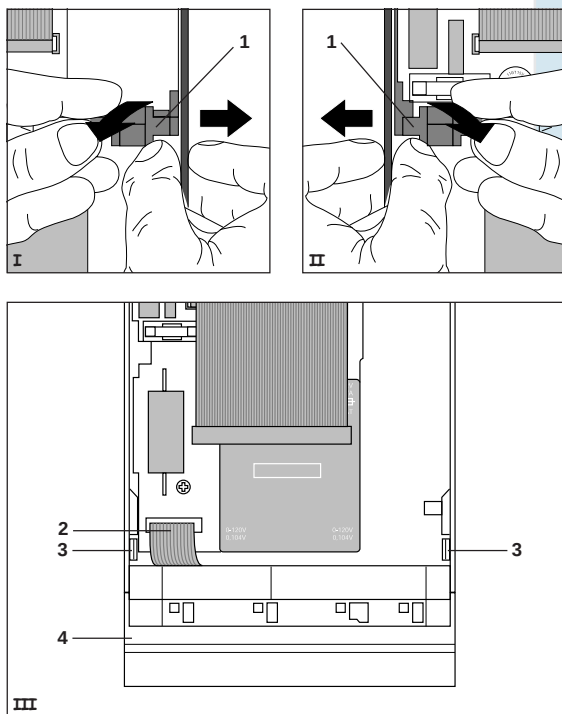

Abb. 12: Auszahlsatz austauschen
- 2** Rechte Seitenwand des Gehäuses nach außen drücken und eingerastete Zwischenwand **1** mit Kassenkanal herausziehen (s. Abb. 12, I).
- 3** Linke Seitenwand des Gehäuses nach außen drücken und dort die eingerastete Zwischenwand **1** herausziehen (s. Abb. 12, II).
- 5** Flexverbindung **2** zwischen Auszahlsatz und Patine lösen (s. Abb. 12, III).
- 6** Rechten und linken Rasthaken **3** gleichzeitig nach innen drücken und Auszahlsatz **4** nach vorne aus dem Gehäuse schieben (s. Abb. 12, III).
- 1** Flexverbindung **2** anschließen (s. Abb. 12, III).
- 2** Auszahlsatz in das Gehäuse schieben, bis beide Rasthaken **3** eingerastet sind (s. Abb. 12, III).